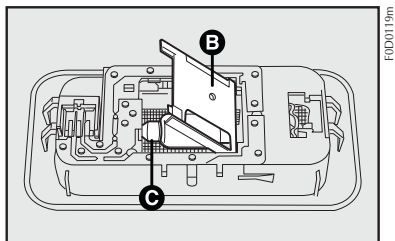

fig. 26
2) Retirar a tampa plástica **B-fig. 26** e substituir a lâmpada queimada **C**.